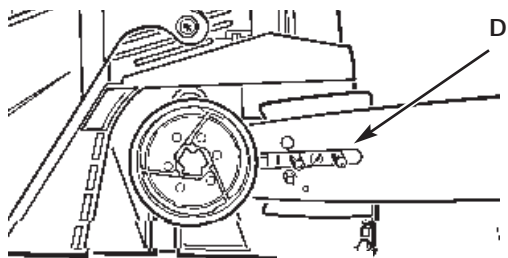

Fig. 23
3. Ponga el extremo ranurado de la barra de la guía sobre los 2 pernos de la barra (D). (Fig. 23)